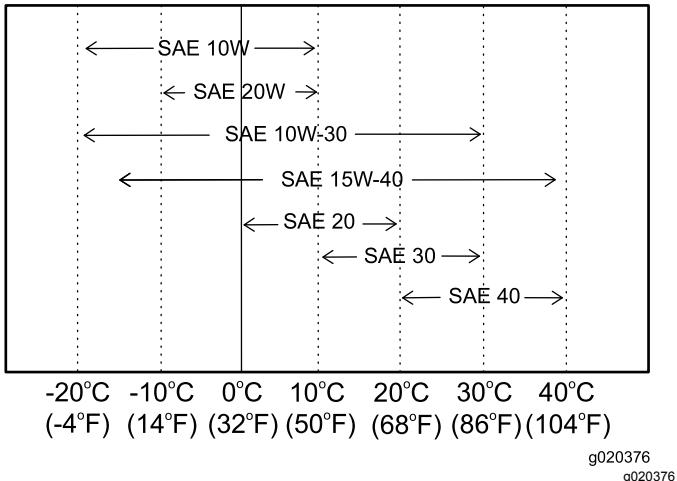

Figura 23
**Viscosidad:** consulte Figura 23.